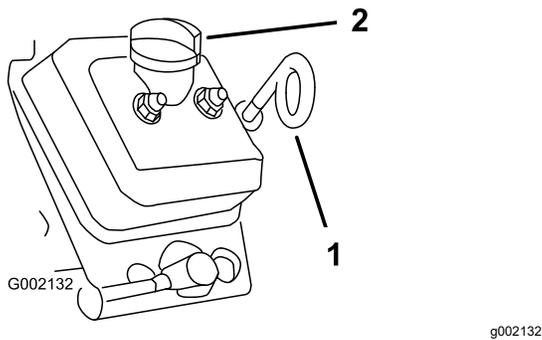

Figura 20
3. Usate un panno per pulire attorno all'asta di livello e al tappo di riempimento (Figura 20) in modo che la morchia non possa penetrare nel tubo dell'asta o nel collo del bocchettone e danneggiare il motore.
4. Estraete l'asta di livello dell'olio e pulitene l'estremità (Figura 20).
5. Inserite a fondo nel tubo dell'asta l'asta di livello dell'olio (Figura 20).
8. Montate il tappo di rifornimento (Figura 20).
9. Rimontate l'asta di livello dell'olio e inseritela a fondo (Figura 20).